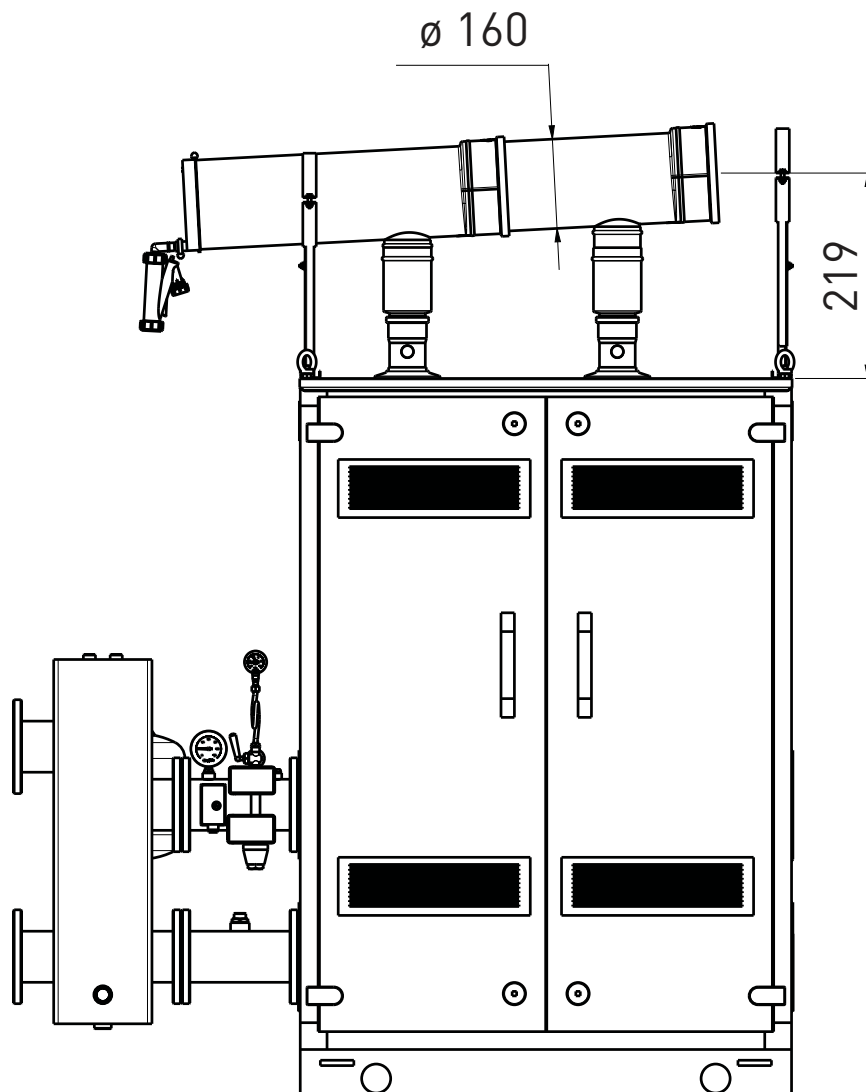

Fig. 6
2.7 KIT COLLECTEUR FUMÉES POUR INSTALLATIONS A COUVERT (fig. 6)
ter les figure 6. Les solutions indiquées possèdent un collecteur de fumées avec une sortie placée soit à droite des modules. Il est toutefois possible d'amener la sortie à gauche, simplement en faisant